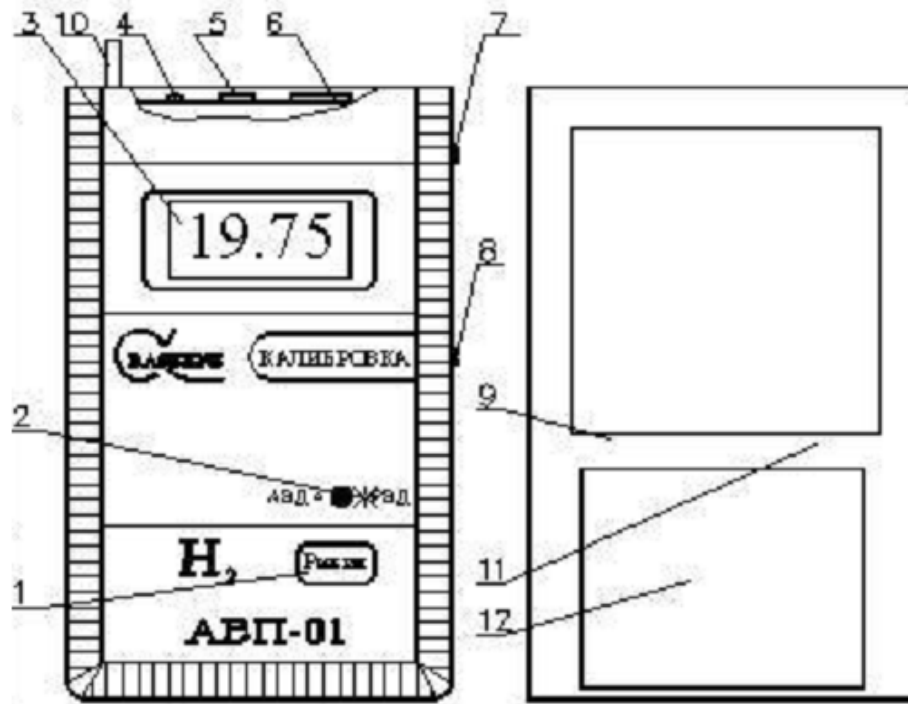
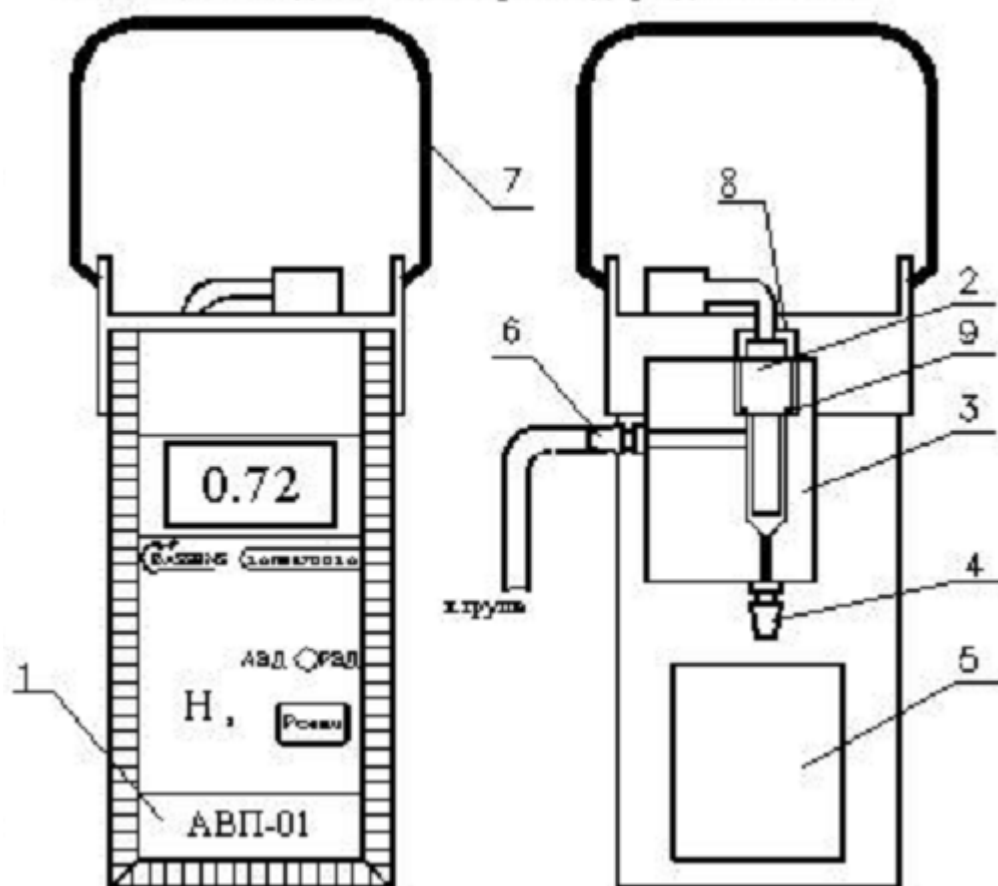

Рис. 2.
Рис. 4.
12.1.1. Отвинтить гайку 8 и осторожно достать амперометрический сенсор из измерительной камеры 3 (см. рис. 4).
12.1.7. Установить кольцо 9 на боковую поверхность амперометрического сенсора 2 (см. рис. 4) и подсоединить вилку амперометрического сенсора к розетке 6 (см. рис. 2) анализатора.
12.2.1. Проверить наличие кольца 9 (см. рис. 4) на амперометрическом сенсоре 2.
12.2.2. Протереть марлевым тампоном внутреннюю поверхность измерительной камеры. Медленно вставить амперометрический сенсор в измерительную камеру 3 (см. рис. 4).
12.4.1. Открутить гайку 8, осторожно достать АС из измерительной камеры 3 (см. рис. 4) и выполнить п. 12.1.2.